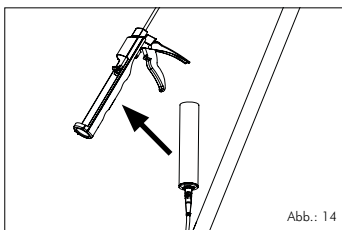

Abb.: 14
- Die Harzkartusche kann jedoch, sofort nach dem Injizieren, aus der Kartuschenpistole entfernt werden und wieder mit dem Bodendeckel verschlossen werden, um ein Heraustropfen der Harzkomponenten zu verhindern (siehe Abb. 14).